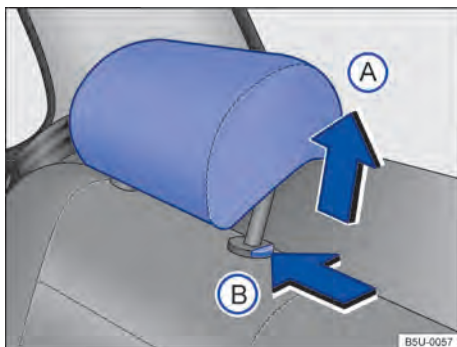

Fig. 64 Ajustar o apoio para cabeça traseiro.
- Empurrar o apoio para cabeça para cima na direção da seta → Fig. 64 (A) ou com o botão → Fig. 64 (B) pressionado, empurrar para baixo → ⚠ em *Introdução ao tema* na página 75.